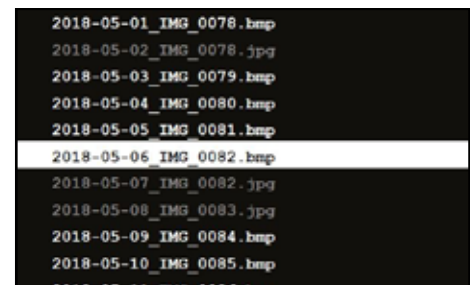

图21
- ⇒ 在分屏主菜单（图20）或分屏子菜单（图21）中选择USB闪存盘。
⇒ 在分屏子菜单选择屏幕截图项（图21）。